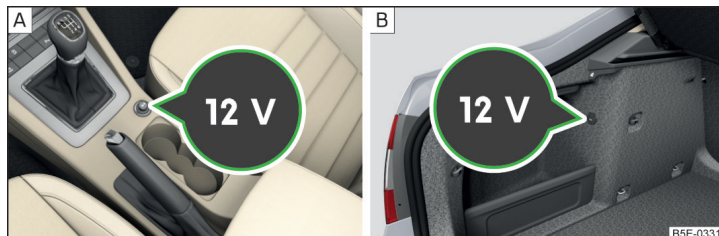

Fig. 92 Couvercle de la prise 12 volts : dans la console centrale avant / dans le coffre à bagages
### Emplacement des prises 12 volts » fig. 92
- Retirez le cache de la prise » fig. 92 - **A**.
- Ouvrez le cache de la prise » fig. 92 - **B**.